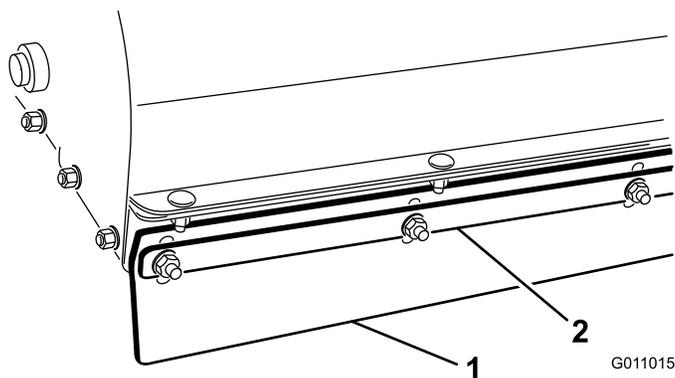

図 22
1. ブラシ・ハウジングに金属製ストラップと前フラップを固定しているナットをゆるめる **図 22**。